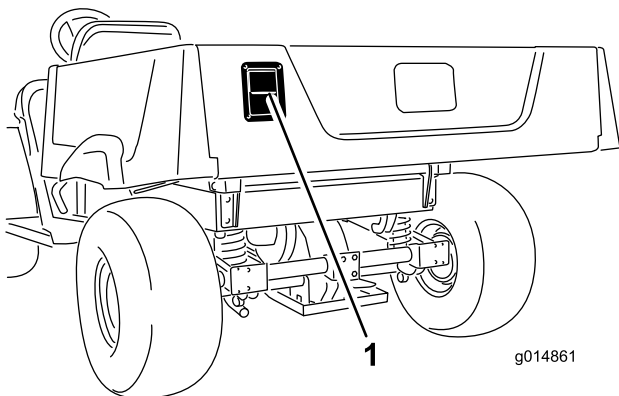

Figura 19
- Para abrir el portón, tire del enganche hacia fuera y hacia arriba, luego baje el portón lentamente (Figura 19).